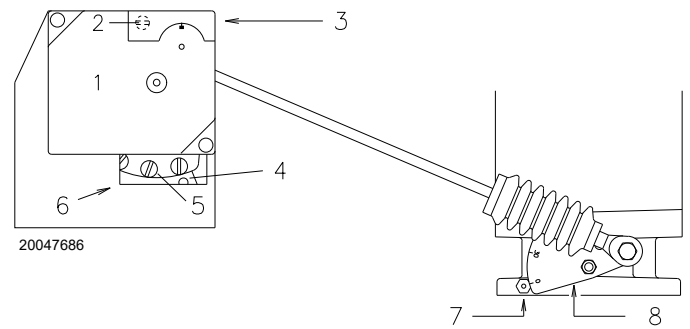
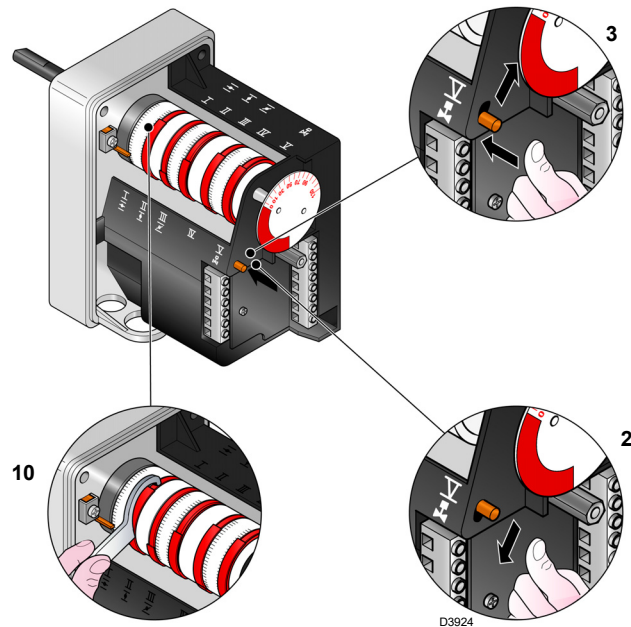

Fig. 34
Fig. 35
- l'interruttore 1 (Fig. 34 a pag. 30) in posizione "MAN";
Nella descrizione che precede abbiamo lasciato il bruciatore acceso, funzionante alla potenza MIN. Premere ora il pulsante 2)(Fig. 34) "aumento potenza" e tenerlo premuto fino a quando il servomotore ha aperto la serranda aria e la farfalla del gas a 90°.
Premere il pulsante 2)(Fig. 34 a pag. 30) "diminuzione potenza" e tenerlo premuto fino a quando il servomotore ha chiuso la serranda aria e la farfalla del gas a 15° (regolazione fatta in fabbrica).
Se bisogna aumentarla, premere un poco il pulsante "aumento potenza" 2)(Fig. 34 a pag. 30) (aprire di 10-15° la farfalla del gas), aumentare l'angolo camma I I I con piccoli spostamenti successivi, cioè portarsi dall'angolo 15° a 17° - 19°....
Variare in progressione il profilo iniziale della camma agendo sulle viti della camma che compaiono all'interno dell'apertura 6)(Fig. 35). Possibilmente non ruotare la prima vite: è quella che deve portare la serranda dell'aria alla totale chiusura.
Premere un poco il pulsante 2)(Fig. 34 a pag. 30) "aumento potenza" in modo che una nuova vite 5)(Fig. 35) appaia all'interno dell'apertura 6)(Fig. 35), regolarla fino ad ottenere una combustione ottimale. Procedere allo stesso modo con le viti successive.
Spegnere il bruciatore agendo sull'interruttore 1)(Fig. 34 a pag. 30), posizione OFF, svincolare la camma a profilo variabile mettendo in posizione verticale l'intaglio 2) dal servomotore, e verificare più volte ruotando a mano la camma avanti ed indietro che il movimento sia morbido e privo di impuntamenti.